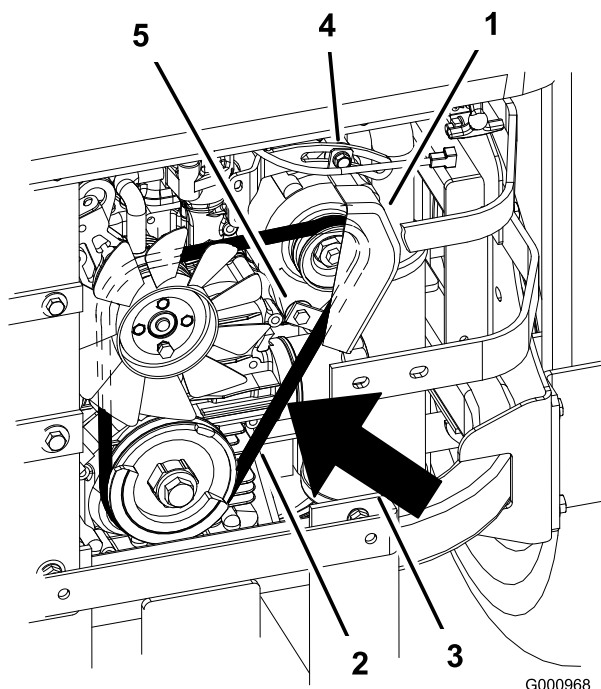

Figure 62
7. Desserrez le boulon inférieur et retirez le boulon de fixation supérieur de l'alternateur et du couvercle (Figure 62).
9. Installez une courroie neuve autour des poulies et de l'alternateur (Figure 62).
14. Serrez le boulon inférieur et vissez le boulon de fixation supérieur de l'alternateur et du couvercle (Figure 62).
2. Réglez l'alternateur vers l'extérieur jusqu'à ce que la courroie présente une flèche de 7 à 9 mm quand une force de 10 kgf est exercée entre les poulies du moteur et de l'alternateur (Figure 62).
5. Si la flèche est correcte, serrez les boulons inférieur et supérieur (Figure 62).